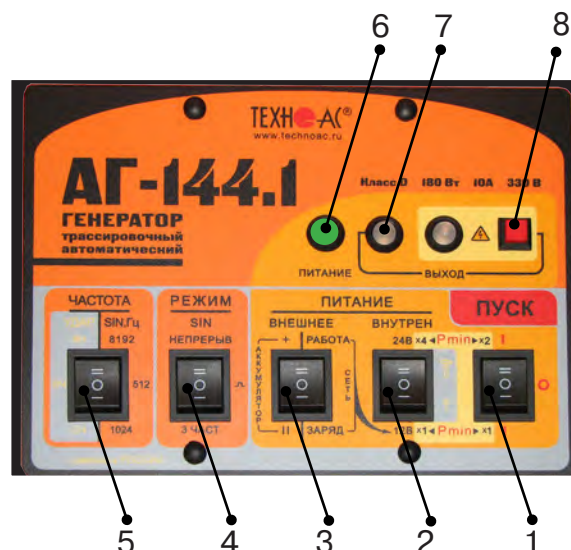

рис. 2.3
Включить питание клавишей включения питания поз. 1 **рис.2.3** в одно из положений «I», в зависимости от выбираемой мощности. При свечении индикатора «Питание» поз.6 желтым цветом следует зарядить внутренние аккумуляторы, свечение зеленым цветом - можно приступать к работе.
1) Открыть крышку. Выбрать переключателем «ЧАСТОТА» поз. 5 **рис.2.3** необходимую частоту синусоидальной генерации (512 / 1024 / 8192Гц).
2) Выбрать переключателем «РЕЖИМ SIN» поз. 4 **рис.2.3** необходимый вид синусоидальной генерации (непрерыв//3част).
Переключателем напряжения внутреннего питания поз.2. **рис.2.3** установить первый коэффициент выбора мощности генерации.
4) Включить питание клавишей включения питания поз. 1 **рис.2.3** в положение соответ-
5) Начнется генерация и автосогласование с постепенным возрастанием напряжения на выходе. Здесь следует наблюдать за цветом индикатора «ВЫХОД» поз.7 **рис.2.3**. Если автосогласование закончилось зеленым свечением – заданная мощность достигнута.
Для запуска режима с «неограниченным» выходным напряжением следует включить питание (переключателем «ПУСК») при нажатой красной кнопке поз.8 **рис.2.3** и удерживать ее до засвечивания красного индикатора «». Мигание этого индикатора обозначает потенциальную «опасность». Непрерывное свечение обозначает реальное наличие на выходе напряжения ≥ 40 В.
1) Выключить питание генератора клавишей включения питания поз.1 **рис.2.3**, установив ее в положение «0».